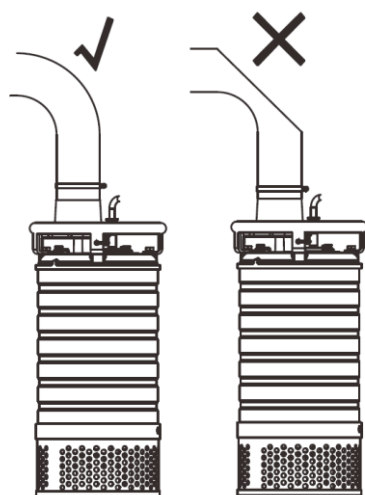

Рис. 4 Прикреплённый шланг
3.4.5.5. Сливной шланг может быть прикреплен вертикально или горизонтально, но не должен иметь резких изгибов (Рис.4).